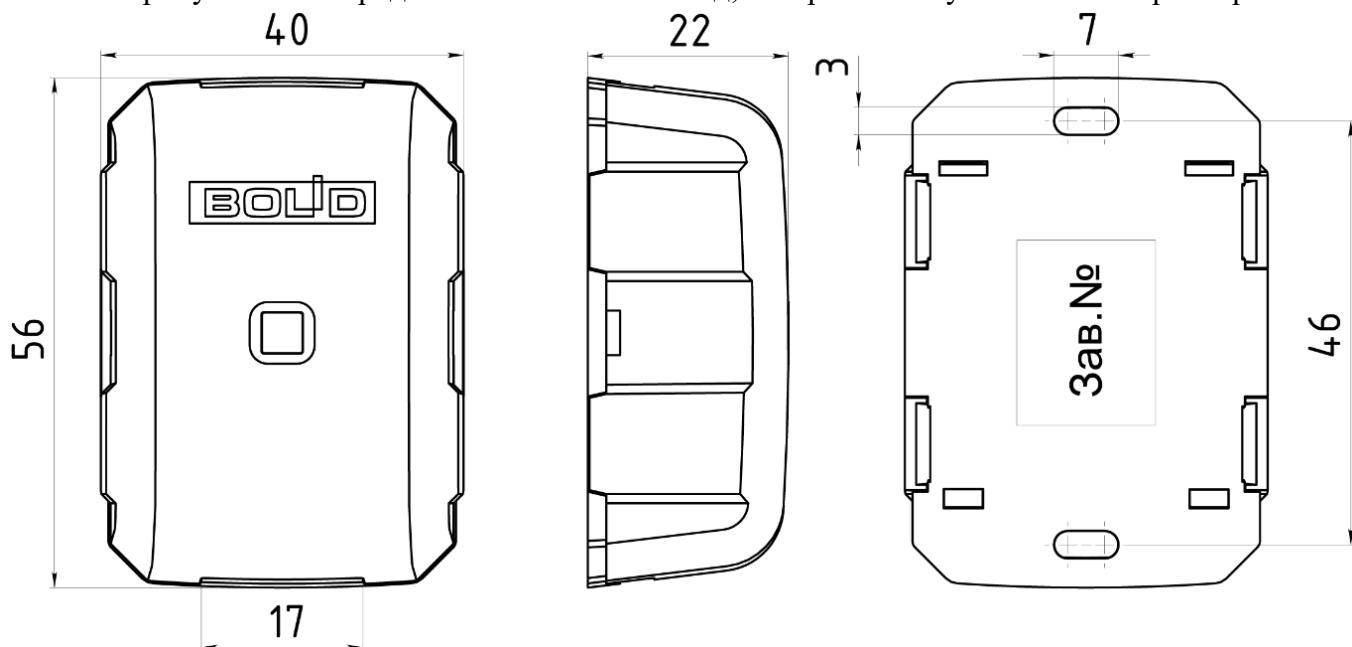

Рисунок 2.2.1. Габаритные и установочные размеры AP2
- 2) просверлите отверстия в соответствии с установочными размерами (рис. 2.2.1);